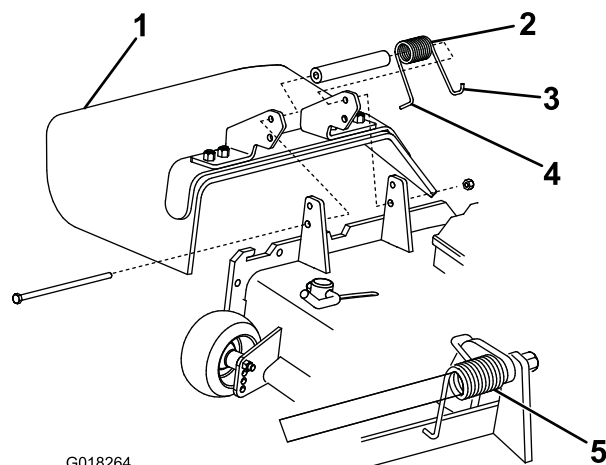

Figura 2
3. Infilate l'estremità J a gancio della molla attorno al deflettore di sfalcio (Figura 2).